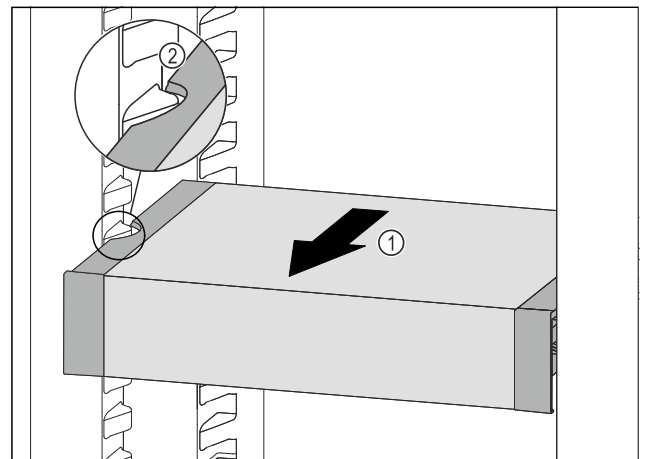

Fig. 237
- VarioSafe nach vorne ziehen Fig. 237 (1), bis sich die seitlichen Aussparungen des VarioSafes auf Höhe der Behälterrippe im Kühlteil befinden. Fig. 237 (2)